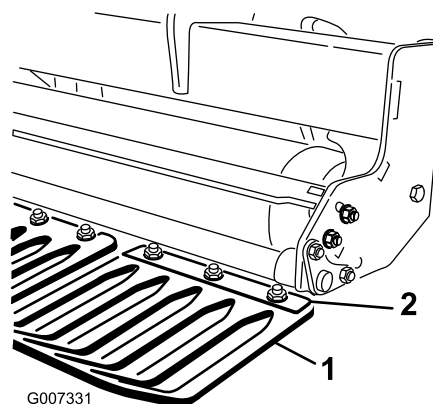

Figure 14
1. Desserrez les écrous qui assujettissent les fixations des protège-gazon à la barre porte-outil (Figure 14).